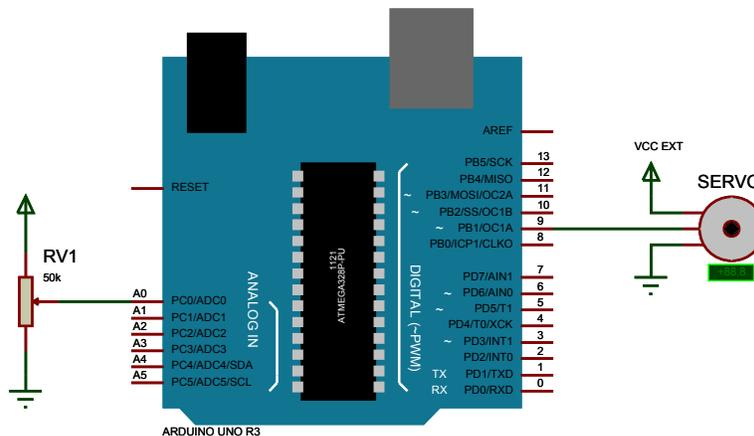

Figura 1: Esquemático de conexión para un servomotor con Arduino.
En esta actividad vamos a controlar la posición de un servomotor con Arduino usando un potenciómetro, para esto utilizaremos el circuito mostrado en la figura 1.
**Paso 1** Con ayuda de la figura 1 arme el circuito en el protoboard. Recuerde conectar la alimentación del servomotor a una fuente externa de 5 V y conectar la tierra de ambos circuitos. **Llame a un profesor auxiliar para que verifique las conexiones.**